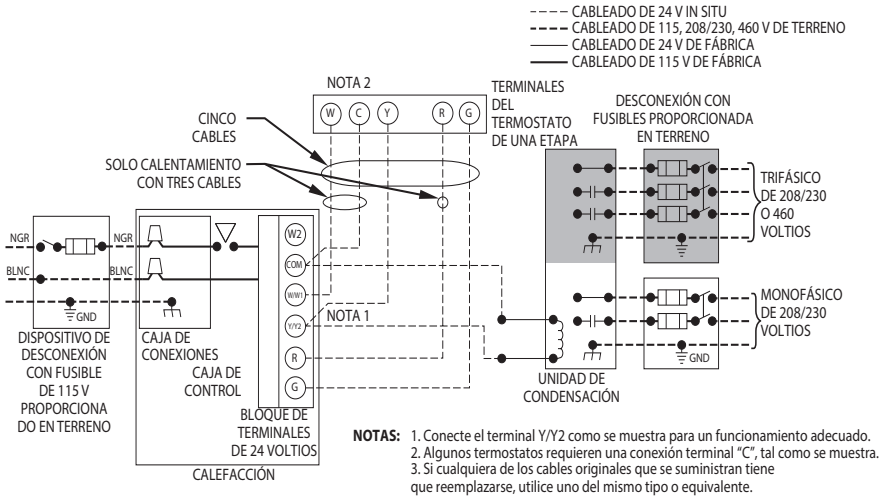
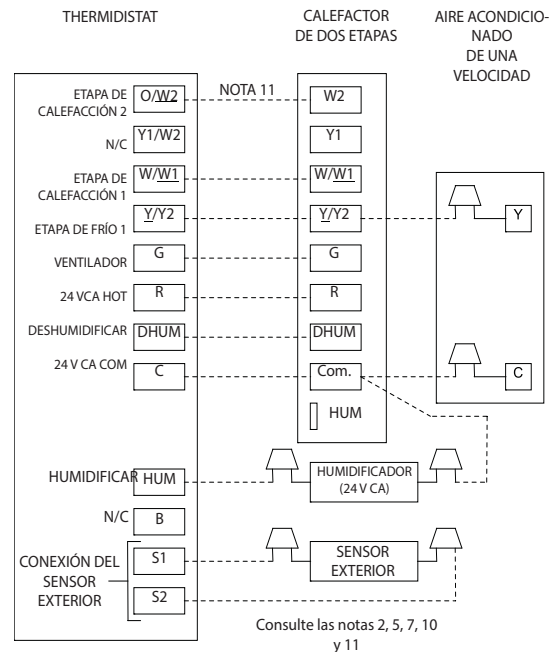
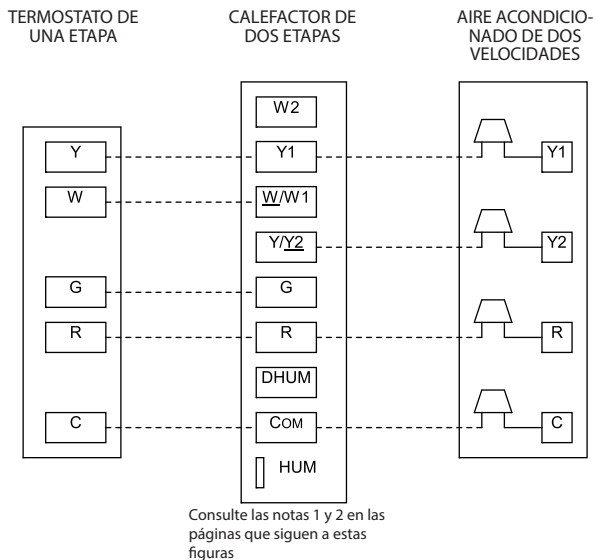
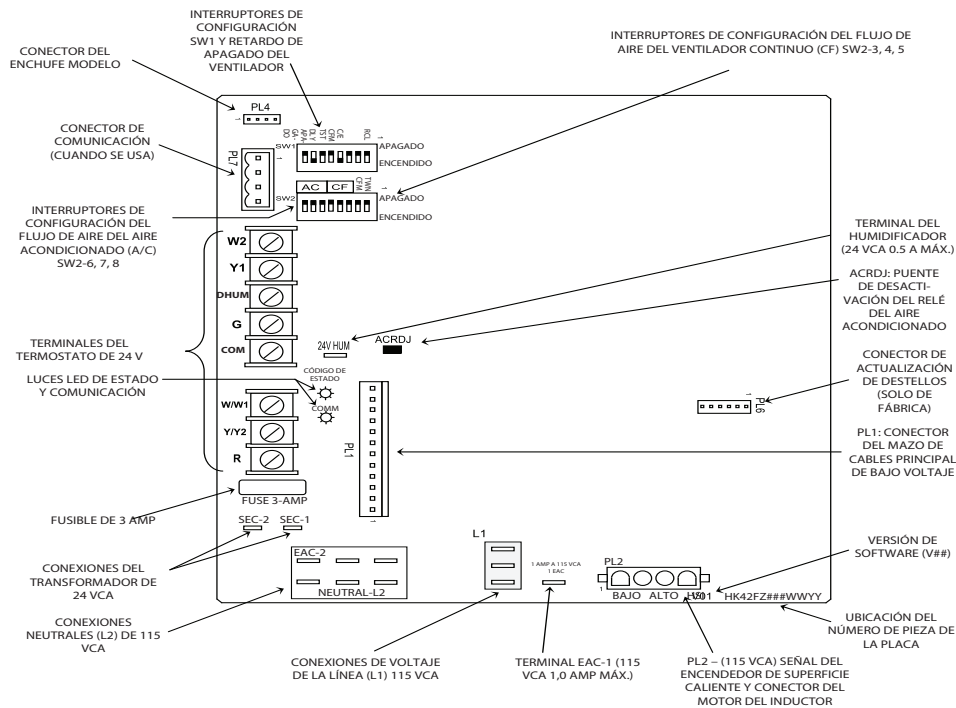

Fig. 24 – Diagrama de cableado de terreno
Fig. 28 – Calefactor de dos etapas con aire acondicionado de una velocidad
Fig. 35 – Termostato de una etapa con calefactor de dos etapas y aire acondicionado de dos velocidades
Fig. 36 – Control de velocidad variable del calefactor para el motor del soplador del ECM
Consulte la Fig. 24 para ver un diagrama eléctrico in situ que muestra un cableado de 115 V típico. Compruebe que todas las conexiones de fábrica y realizadas sobre el terreno estén bien apretadas.
5. Conecte los cables de tensión de línea. (Consulte la Fig. 24).
Establezca las conexiones de 24 V in situ a la tira de terminales de 24 V. (Consulte Fig. 24 - Fig. 36). Conecte el terminal Y/Y2 según se muestra en Fig. 28 - Fig. 35 para lograr una función de enfriamiento adecuada. Utilice exclusivamente cable para termostato de cobre AWG número 18 con código de color.
Conecte un filtro de aire electrónico (si se usa) mediante terminales de conexión rápida hembra de 1/4 in a los dos terminales de conexión macho de 1/4 in en la placa de control marcada EAC-1 y EAC-2. Los terminales están clasificados para un máximo de 115 V CA, 1 amperio y se energizan cuando funciona el motor del ventilador. (Consulte la Fig. 36).
Conecte un humidificador adicional (si se utiliza) de 24 VCA, 0,5 amperios como máximo al terminal macho HUM de conexión rápida de 1/4 in y al tornillo terminal COM-24 V en la tira del termostato de la placa de control. El terminal HUM se energiza cuando el ventilador se energiza en la calefacción. (Consulte la Fig. 36).